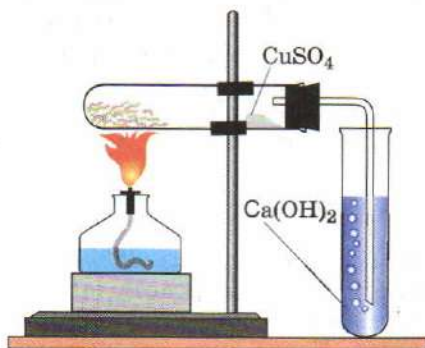

Рис. 199. Прибор для определения качественного состава парафина
1. Поместите в сухую пробирку примерно 1 г порошка оксида меди(II) и насыпьте немного (около 0,2 г) парафиновой стружки. Подогрейте пробирку на пламени спиртовки, добейтесь, чтобы парафин расплавился и смешался с оксидом меди. После этого закрепите пробирку горизонтально в лапке штатива (рис. 199). В среднюю часть пробирки при помощи шпателя внесите небольшое количество порошка безводного сульфата меди(II). Закройте отверстие пробирки пробкой с Г-образной газоотводной трубкой, конец которой опустите в пробирку с известковой водой. Нагрейте пробирку со смесью пламенем спиртовки. Что вы наблюдаете? Отметьте, какие изменения происходят с известковой водой и сульфатом меди(II). Сделайте вывод о качественном составе парафина.